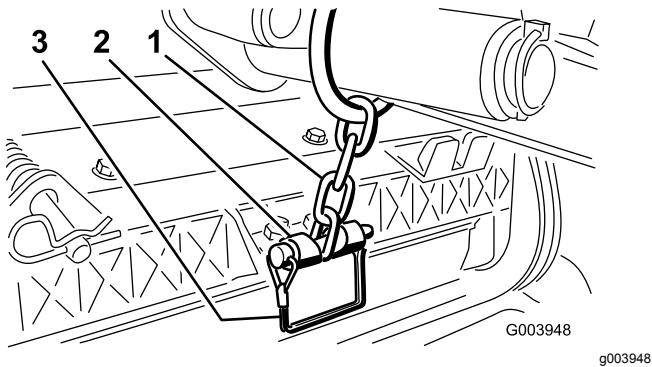

Bild 13
- 12. Befestigen Sie die Hubarmkette Ständer mit dem Einraststift an der Kettenhalterung (Bild 13).